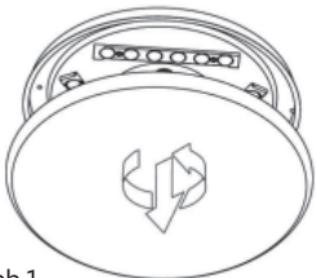

Abb.1
- Abb. 1:** Entfernen Sie die Kuppel von der Grundplatte (Bajonettverriegelung).